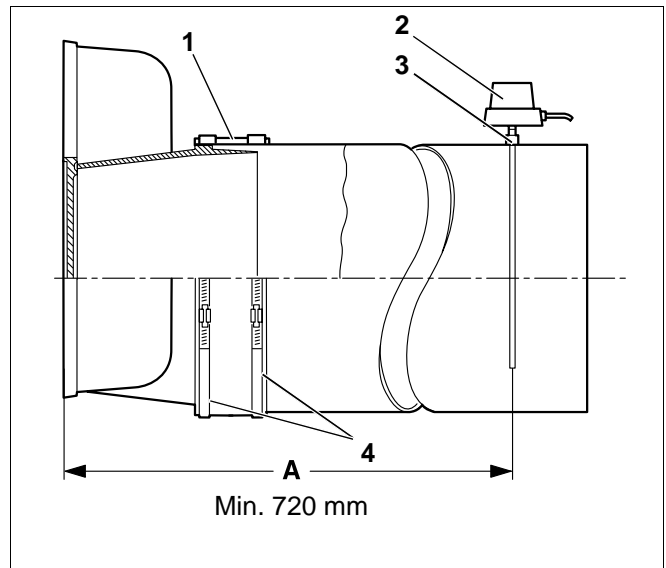

Fig. 29 Montering af røgrør
Det anbefales at anvende en manchet til røgrøret (Fig. 29, pos. 1).
- Læg spændebånd (Fig. 29, pos. 4) omkring røgrørets manchet. Det ene spændebånd skal spændes på røgekassens studs og det andet på røgrøret.
- Svejs en muffe (Fig. 29, pos. 3) ind i røgrøret i en afstand fra røgekassen, som svarer til 2 x røgrørets diameter (A) – min. 720 mm.
- Monter røggasføleren (Fig. 29, pos. 2) i henhold til den separate monteringsvejledning.